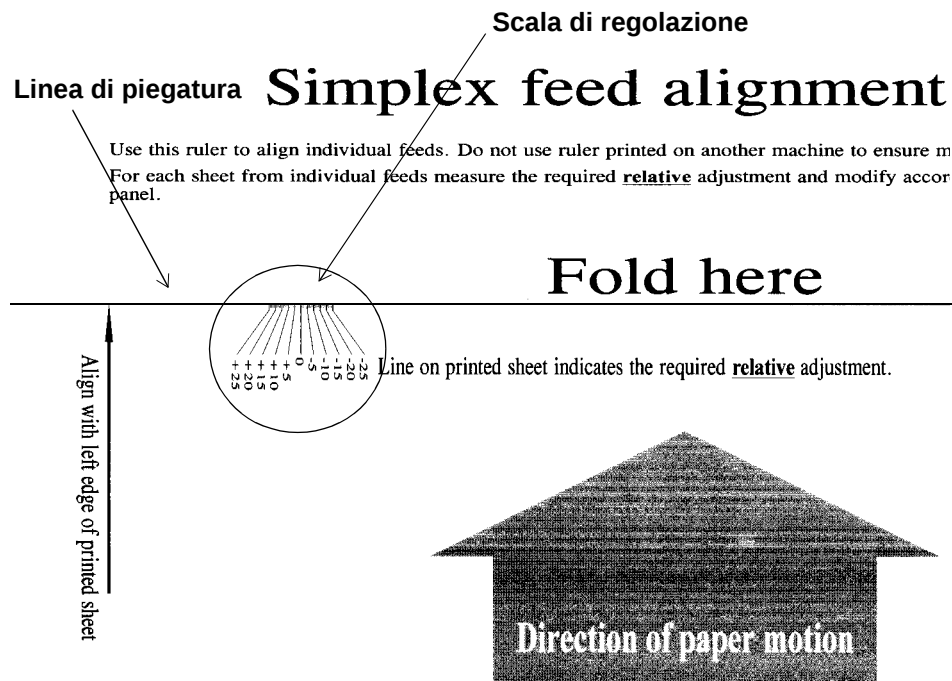

Figura 6-8 Pagina di righello di allineamento per alimentazione fronte
- Una pagina di *righello di allineamento per alimentazione fronte*. Vedere la Figura 6-8.
1. Piegare con delicatezza e precisione la parte superiore della pagina di righello di allineamento per alimentazione fronte, come illustrato nella Figura 6-8.